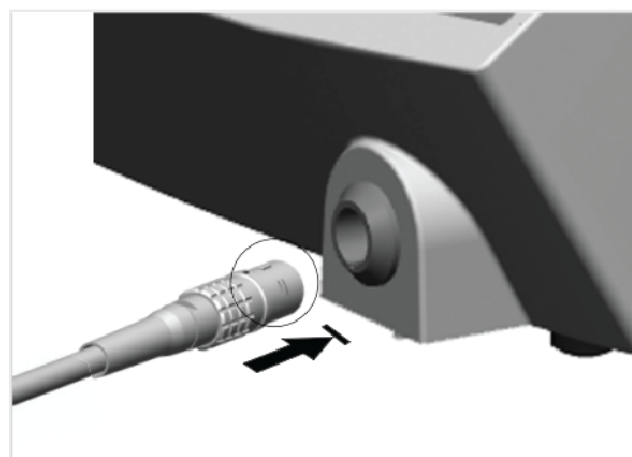

FIG. 5
5. Sprawdzić czystość i suchość bolca na kablu. Prawidłowo ułożyć kabel i podłączyć kabel do jednostki. Wcisnąć bolec do momentu wyczucia „kliknięcia” blokady. RYS. 5.